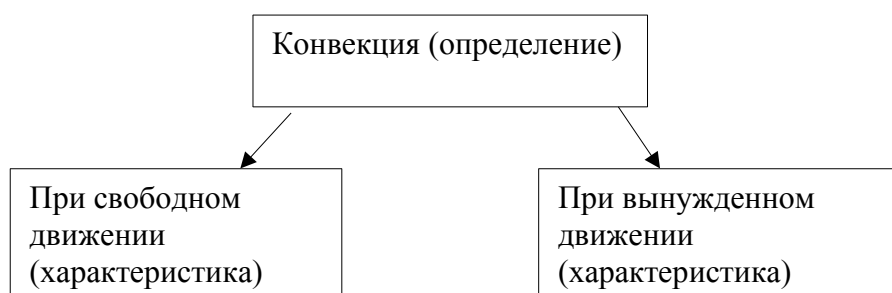

Рисунок 8 – Конвекция
**Задание 1.** Составить схему (рис. 8) конвекции.